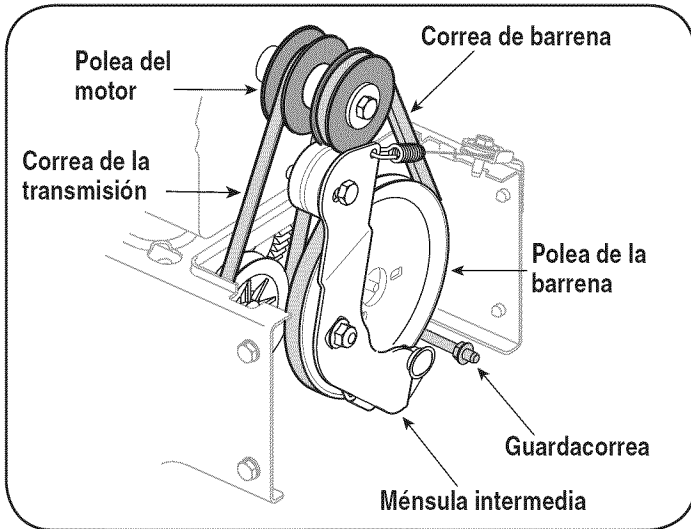

Figura 18
2. Deslice la correa de la barra frontal fuera de la polea del motor empujándola hacia adelante y haciéndola rodar fuera de la polea. Vea la Figura 18.
5. Instale una nueva correa de transmisión dentro de la ranura de la polea del motor. Vea la Figura 18.